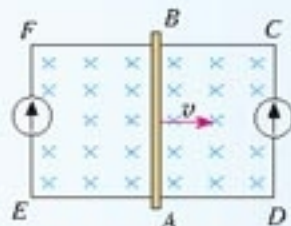

图 4.3-10 判断  $CD$  中感应电流的方向
3. 在图 4.3-10 中  $CDEF$  是金属框。当导体  $AB$  向右移动时，请用楞次定律判断  $ABCD$  和  $ABFE$  两个电路中感应电流的方向。我们能不能用这两个电路中的任一个来判定导体  $AB$  中感应电流的方向？